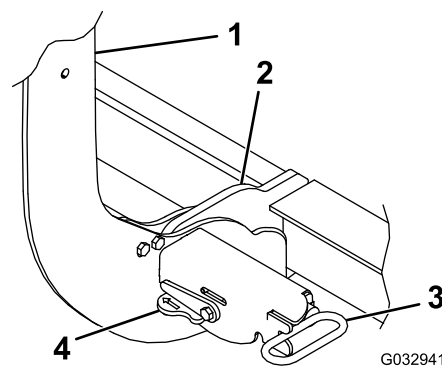

Figure 31
3. Tournez les leviers sur les accouplements à la position de MARCHE (Figure 31).
6. Vérifiez que les deux goupilles à ressort sont complètement engagées dans l'accouplement (Figure 31).